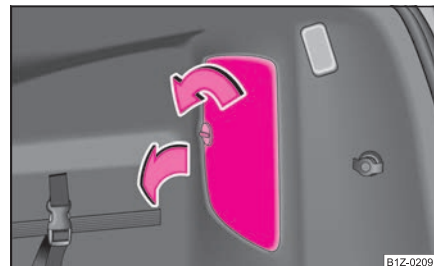

Fig. 235 Maletero: Cubierta para el soporte de lámpara
- Desenclave el seguro y abra la cubierta del soporte de lámpara ⇒ fig. 235.
⇒ página 260, fig. 235.